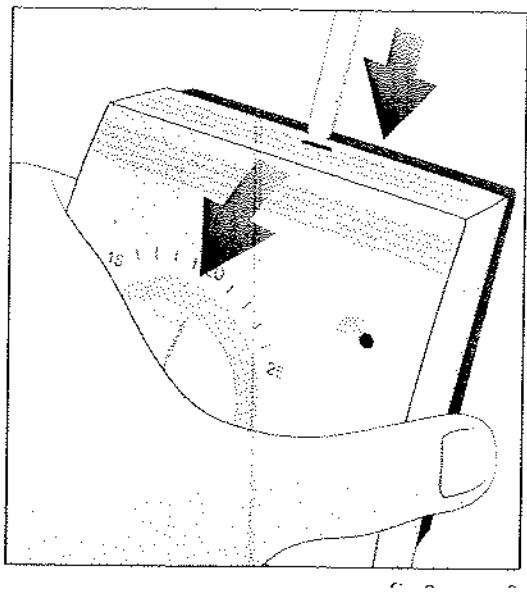

fig.8
- B) Scheid de basis van het kapje door op het speciale tandje te drukken (fig.8), bevestig vervolgens aan de muur (of aan het onderstel) m.b.v. de aanwezige gaatjes (fig.9) en schroefjes met max diameter 3,5mm.
- B) Separe la base de la tapa del aparato, presionando la especial lengüeta de enganche (fig.8), luego fíjela a la pared (o a la base inferior) utilizando los orificios disponibles (fig.9) mediante los tornillos con un diámetro máx 3,5mm.
Druk op het tandje om het kapje van de basis af te halen (fig. 8)